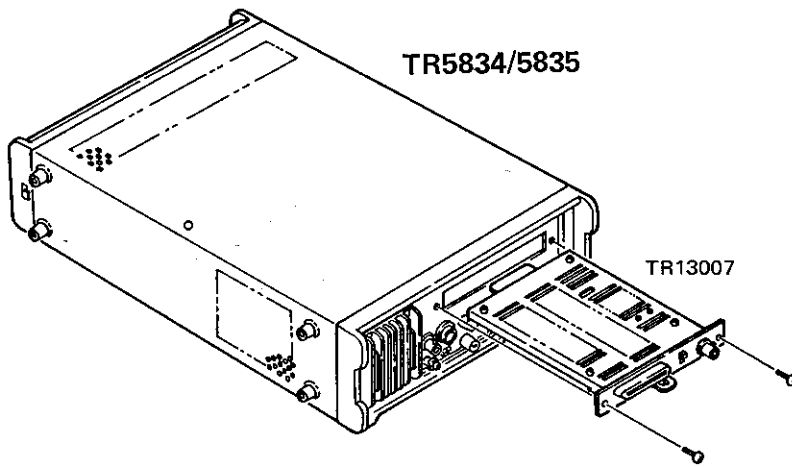

図 7-5 装着方法
- ③ 本アダプタを[図7-5]に示すように装着します。
- ④ 電源ケーブルを差込み、POWERスイッチをONに設定しますと装着終了です。